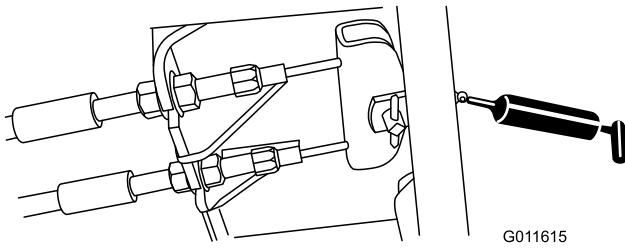

Figura 60
- Pedale del freno (1) (Figura 60)